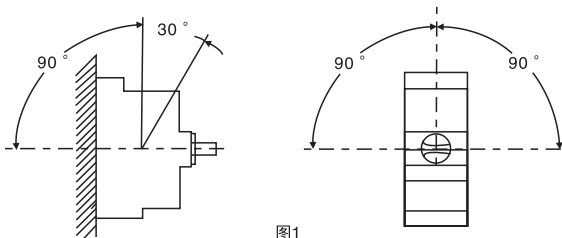

图1
7.1 安装方位见3.7.2条及图1所示。使用时，操作手柄再扣后，再旋至接通位置。
KB0允许的安裝方位如图1所示,安装面与垂直面的前倾斜度不大于 30° ,后倾斜度不大于 90° ,与水平面的左右倾斜度不大于 $\pm 90^{\circ}$ 安装。